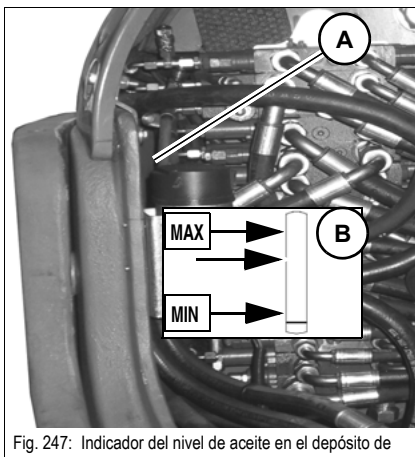

Fig. 247: Indicador del nivel de aceite en el depósito de
- El nivel de aceite se tiene que encontrar aprox. 1 cm (0.39 in) por encima del centro, entre las posiciones **MIN** y **MAX**, tal como lo muestran las flechas en Fig. 247.